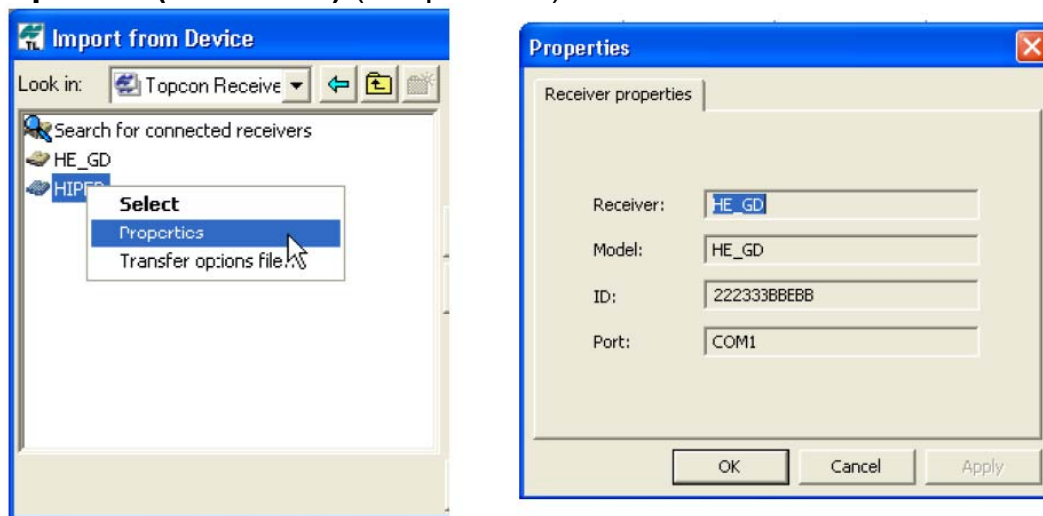

Рисунок 5-7. Свойства приемников
5. Для просмотра данных о приемнике щелкните по правой кнопкой мыши на иконке нужного приемника и в выпадающем меню выберите пункт **Properties (Свойства)** (см. рис. 5-7).